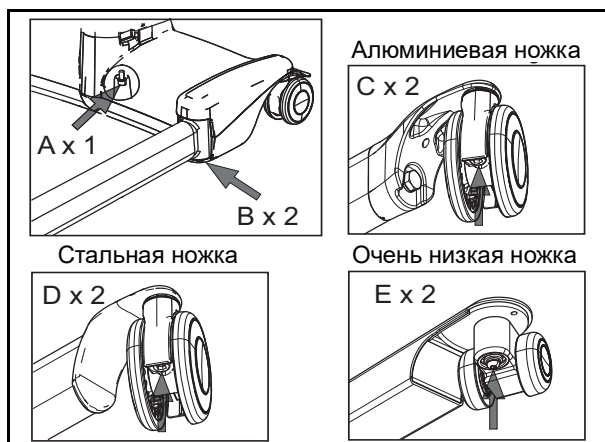

Рис. 8
- (a) Соединение между шасси и стойкой (x 1): 48–52 Н•м (36–39 фунт-сил•фут). См. Рис. 8, пункт D x 1.
- (b) Шарнирные болты ножек шасси (x 2): 20–25 Н•м (15–18 фунт-сил•фут). См. Рис. 8, пункт B x 2.
- (c) Крепление колес к ножкам шасси (x 2, алюминий): 15–20 Н•м (11–15 фунт-сил•фут). См. Рис. 8, пункт A x 2.
- (d) Крепление колес к ножкам шасси (x 2, сталь): 35–40 Н•м (26–30 фунт-сил•фут). См. Рис. 8, пункт C x 2.
- (e) Крепление колес к ножкам шасси (x 2, очень низкие ножки): 6–8 Н•м (4,5–6 фунт-сил•фут). См. Рис. 8, пункт E x 2.